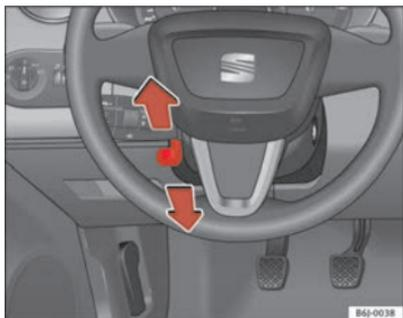

Fig. 92 Regulação da altura do volante
- Puxe para baixo a alavanca ⇒ fig. 92 situada por baixo da coluna da direcção ⇒ ⚠.
- Ajuste o volante até atingir a posição pretendida ⇒ fig. 92.
- Ajustar o banco do condutor ou o volante, de modo a que a distância entre o volante e o tórax seja de pelo menos 25 cm ⇒ fig. 92. Se não se respeitar a distância mínima, o sistema de airbag não pode exercer a sua função de protecção – perigo de morte!